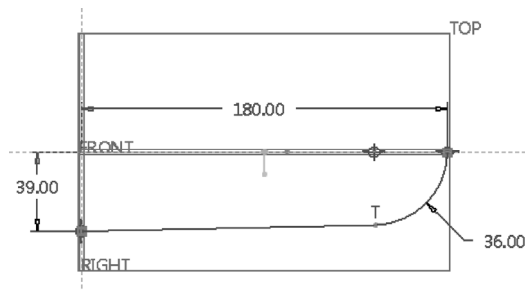

图 5-133 草绘 2（绘制曲线）
- 3) 在“基准”组中单击（草绘）按钮，弹出“草绘”对话框。选择 TOP 基准平面为草绘平面，以 RIGHT 基准平面为“右”方向参考，单击“草绘”按钮。绘制图 5-133 所示的曲线，单击（确定）按钮。